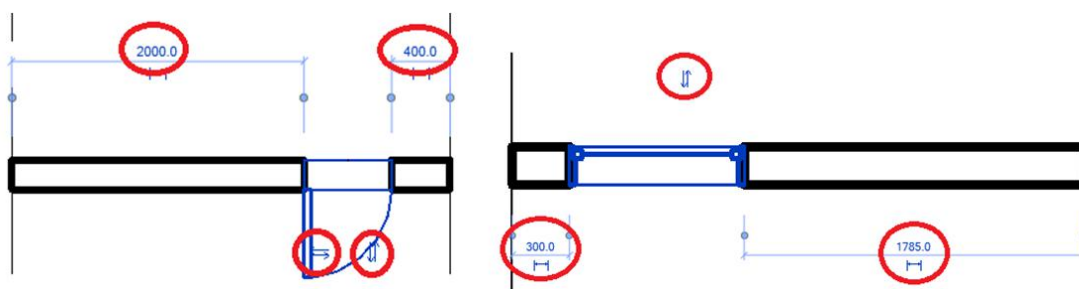

图 6-19 修改门的定位
• 选择门窗，通过点击左右箭头、上下箭头以修改门的方向，通过点击临时尺寸标注并输入新值，以修改门的定位，见图 6-19。